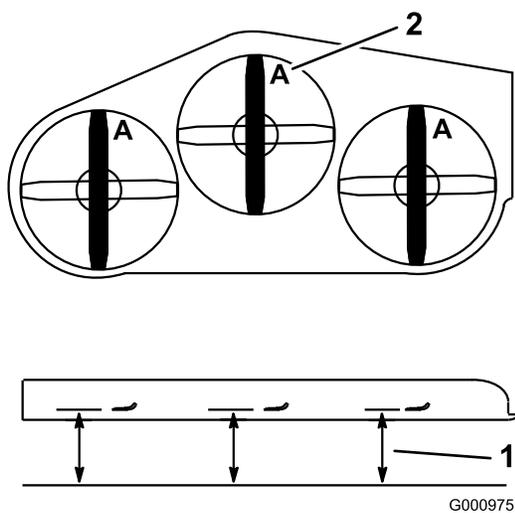

Figura 88
3. Com a máquina numa superfície nivelada, posicione uma lâmina da parte dianteira para a traseira. Medir em A e desde a superfície nivelada até à aresta de corte das pontas das lâminas (Figura 88).